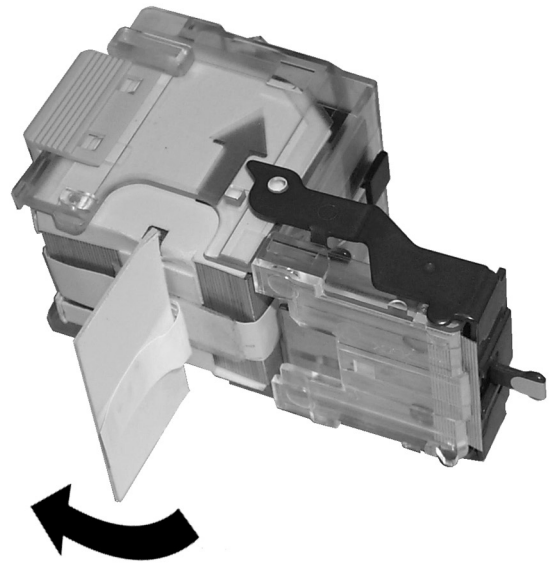

Figura 7: Modo de quitar la cinta de papel blanco del cartucho de grapas
- 7 Quite la tira de papel blanco del paquete de grapas (Figura 7).